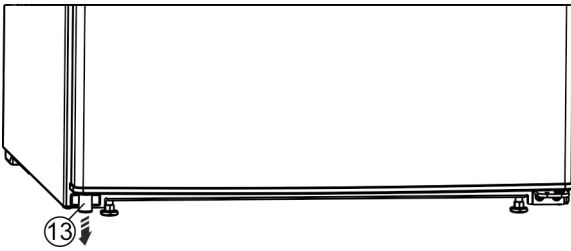

Fig. 5
- ▶ Demontați distanțierul Fig. 5 (13) din partea inferioară stângă a ușii.